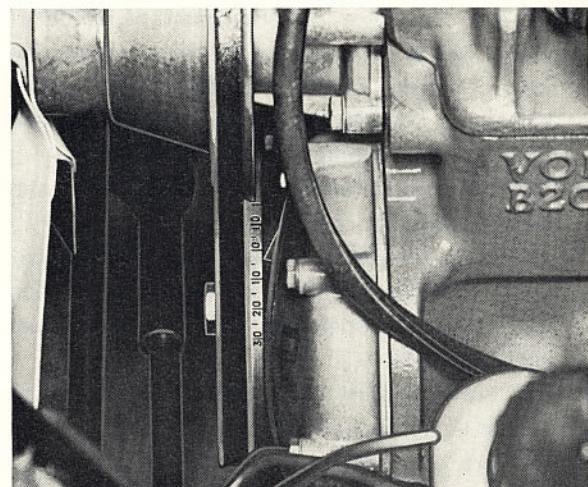

Bild 111. Gradering för tändinställning
1. Rengör remskivan så graderingen syns, bild 111.